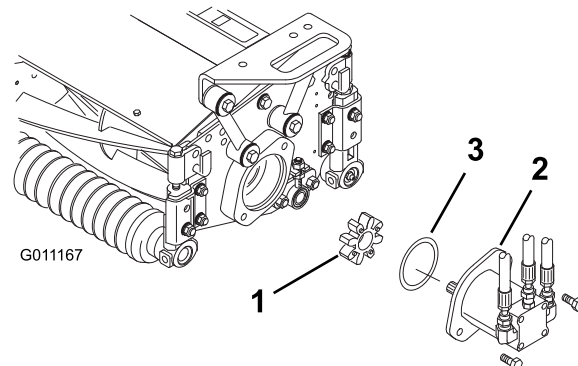

Figura 21
4. Localize a união em aranha (Figura 21) enviada na caixa de rolamentos.